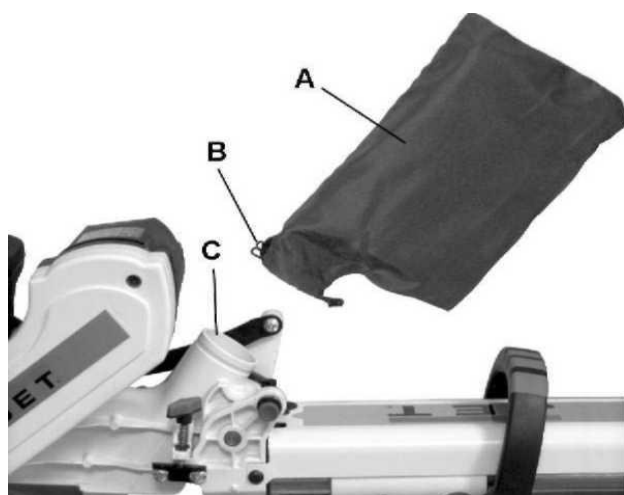

Рис. 3
1. Сожмите металлические крылья бандажа (В, рис. 3) мешка для опилок (А, рис. 3).
2. Поместите шею мешка для опилок, на штуцер (С, рис. 3), и отпустите крылья бандажа (В).